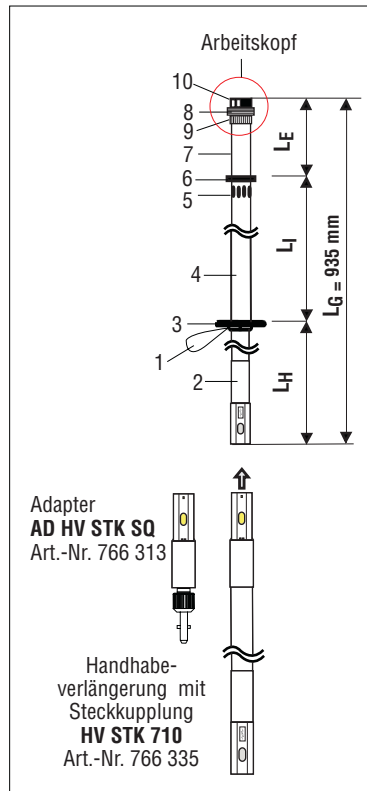

Bild 1
2.1 Der Aufbau des Hochspannungsanzeigers HSA 194 ist in **Bild 1** dargestellt.